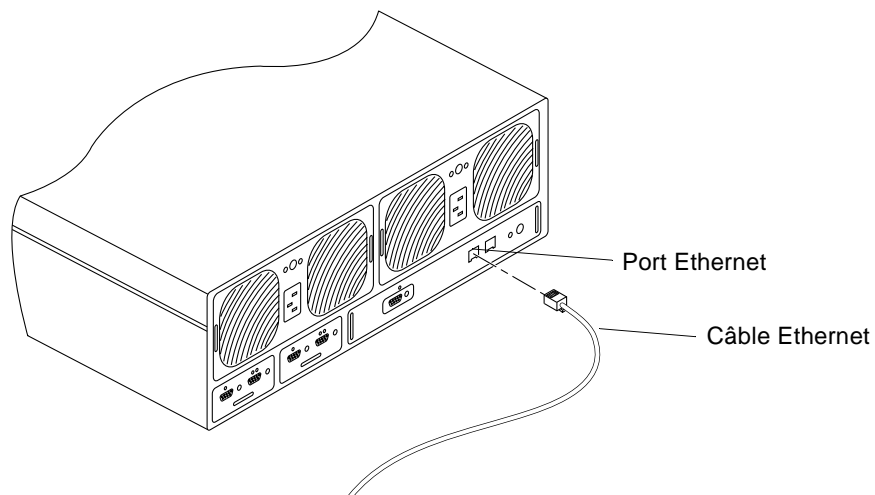

FIGURE 2-7 Branchement du câble Ethernet
4. Fixez une extrémité du câble Ethernet au port Ethernet de la carte contrôleur de l'unité maîtresse (FIGURE 2-7).